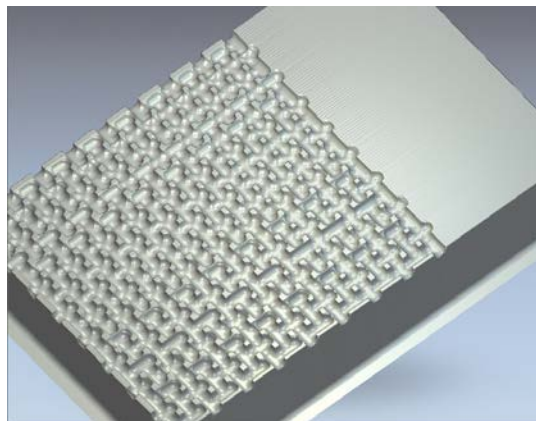

Рис. 4.19. Результат обробки
4. Для створення керуючої програми вибираємо попередньо створену модель і, використовуючи вкладку «Траєкторії», вибираємо «3D УП», а в ній команду «Обробка рел'єфу». Відкривається підказка даної команди, де вибирається траєкторія обробки, інструмент для обробки та параметри заготовки. Після завдання всіх параметрів, система виробляє симуляцію процесу обробки в динамічному режимі і автоматично створює керуючу програму, яка буде керувати інструментом вже на реальному верстаті з ЧПК. Нижче на рисунках 4.16-4.18 наведені етапи створення керуючої програми для обробки та результат обробки на рис. 4.19.